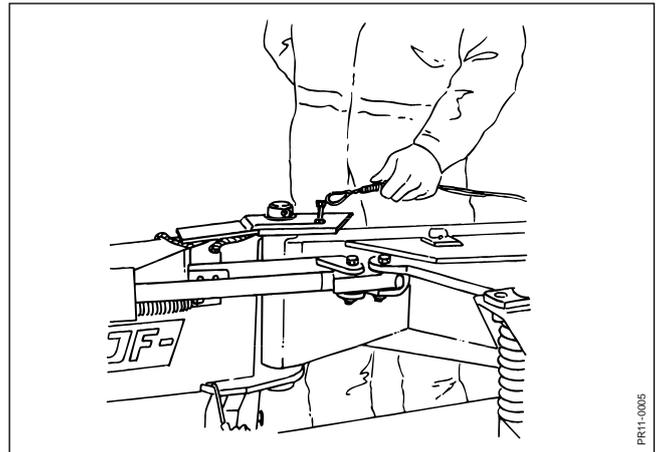

Fig. 2-16
- Fig. 2-16:** Die Maschine anheben und in Arbeitsstellung bringen. Den Karabinerhaken für den Stoppriegel ankuppeln.